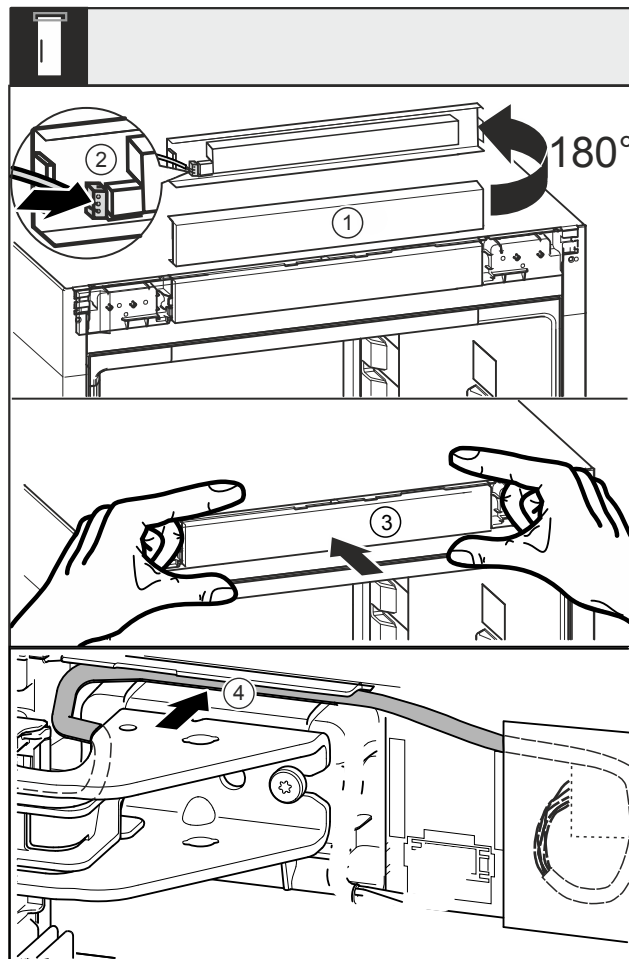

Fig. 45
- Záslepku Fig. 45 (1) otočte nahoru o 180°.
- Zástrčka Fig. 45 (2) zacvakne do panelu.
- Nasadte záslepku Fig. 45 (3) zpět na spotřebič.
- Kabel opatrně položte ve vedení Fig. 45 (4) nad horním stojanem ložiska.